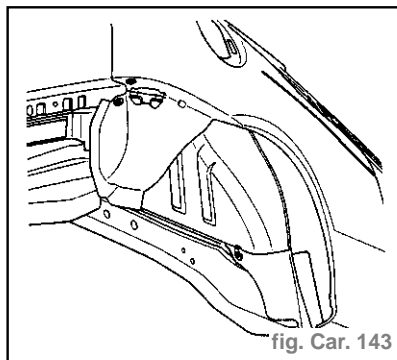

fig. Car. 143
**Soudure** (fig. Car. 143, 144 et 145)